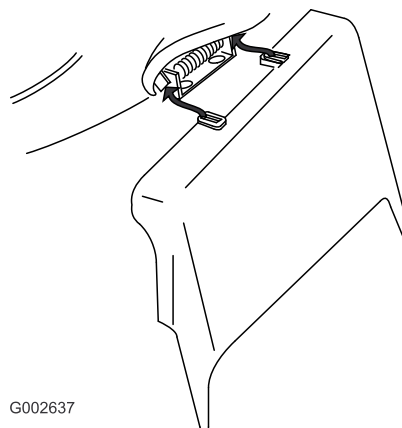

Figura 35
3. Montate il condotto di scarico laterale e chiudete lo sportello sul condotto (Figura 35).